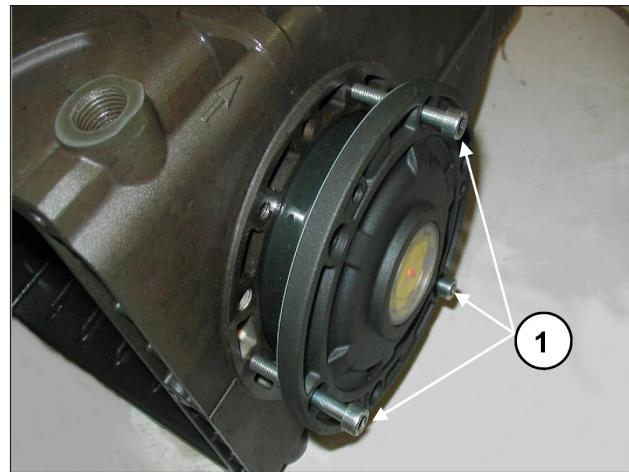

Fig. 8
Para facilitar a entrada da primeira seção e da relativa inserção das coberturas no carter, aconselha-se o uso de três parafusos M6 x 40, parcialmente rosqueados, (Fig. 8, pos. ①) para, em seguida, completar a operação com os parafusos fornecidos (M6x16).